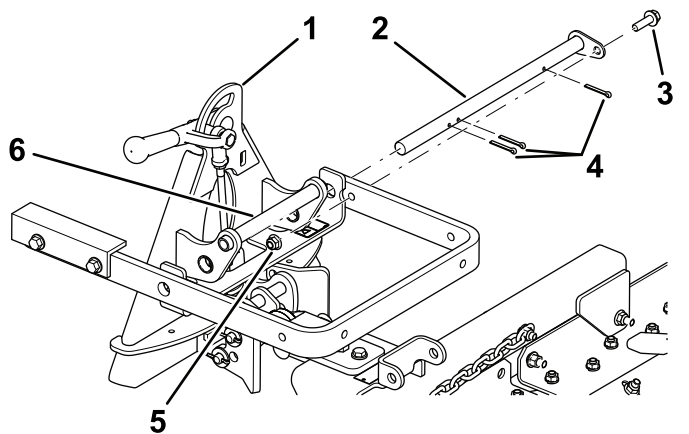

Figura 5
2. Allineate il braccio di sollevamento con la staffa sull'adattatore per accessori (Figura 4) e collegateli usando la barra articolata come illustrato in Figura 5.
3. Fissate la barra articolata (Figura 5) con 3 coppiglie, un bullone ($\frac{3}{8}$ " x $1\frac{1}{4}$ ") e un dado di bloccaggio ($\frac{3}{8}$ ").